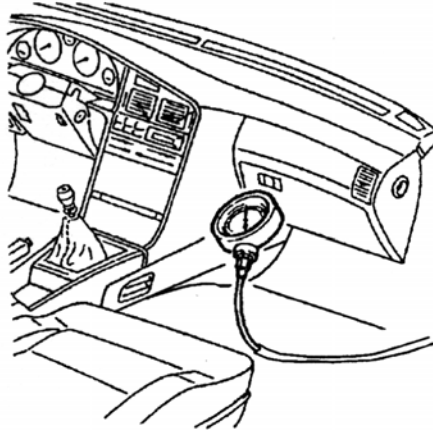

Fig. 2
- Guider le passage du raccord à proximité de la porte avant droite (Fig. 2).